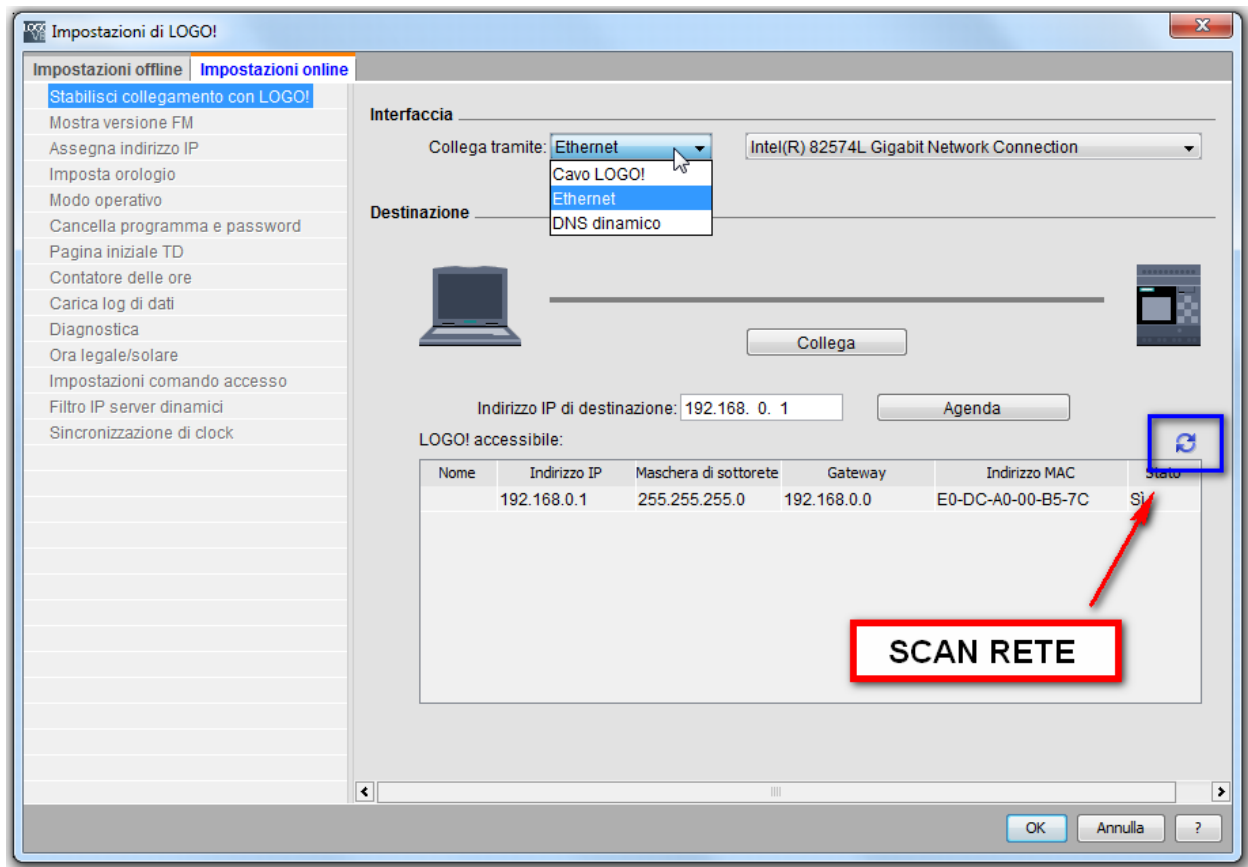

Figura 12
Per attivare la modifica di queste impostazioni cliccare su **impostazioni online** e collegarsi al LOGO!. Per effettuare il collegamento selezionare l'interfaccia di comunicazione (ethernet per LOGO! 0BA7/LOGO!8; Cavo LOGO! per tutte le altre versioni), nella casella **indirizzo IP di destinazione** inserire l'IP del LOGO! e cliccare sul tasto **collega** (Figura 12).
N.B. come mostra la **Figura 12**, tramite il tasto nel riquadro blu è possibile fare uno scan della rete ethernet, in modo tale che il software in automatico effettui la ricerca tutti i LOGO! collegati alla scheda di rete del PC dal quale si sta effettuando il collegamento.